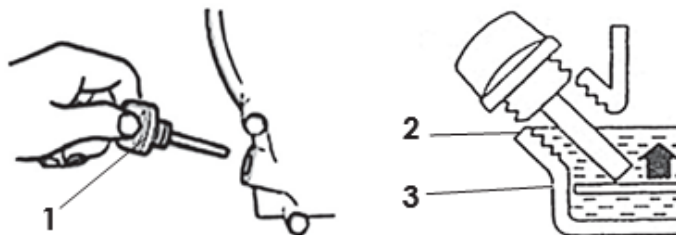

Рис.4 1 - Пробка-щуп маслозаливной горловины; 2 - Максимальный уровень масла; 3 - Минимальный уровень масла.
Выкрутите пробку-щуп (рис.4 поз.1) из маслозаливной горловины и залейте в картер масло необходимой марки до нижнего края горловины, как показано на рис.4. Вставьте сухой чистый щуп в горловину картера и выньте его. Проверьте уровень масла: граница смоченной области щупа должна располагаться между отметками минимального (рис.4 поз.3) и максимального (рис.4 поз.2) уровней.
- на прогретом до рабочей температуры двигателе открутите пробку-щуп маслосливной/маслосливной горловины (рис.4 поз.1);
- залейте масло в горловину до нижнего края заливного отверстия (см. рис.4).